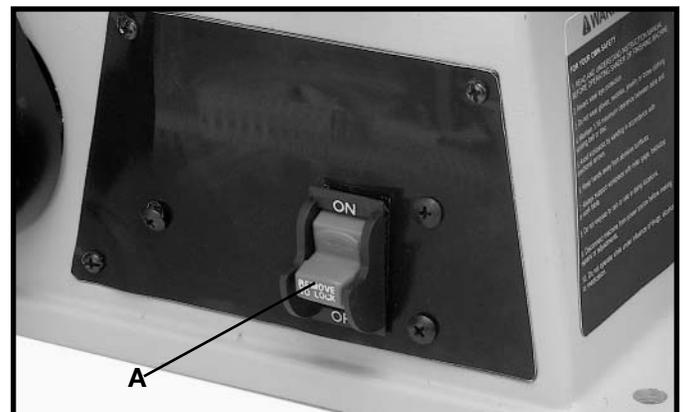

Fig. 22
L'interrupteur (A) fig. 22, est situé sur la base de la ponceuse. Pour mettre la ponceuse en marche, relevez le bouton de l'interrupteur à la position «ON» (MARCHE). Pour l'arrêter, abaissez le bouton de l'interrupteur à la position «OFF» (ARRÊT).